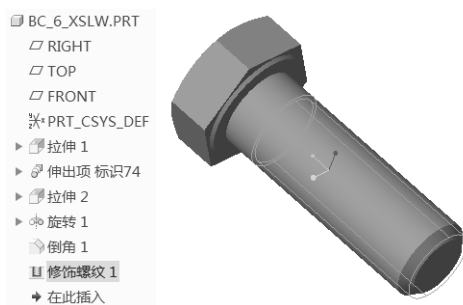

图 6-173 完成创建修饰螺纹特征
7) 在“螺纹”选项卡中单击 (完成) 按钮，完成创建修饰螺纹特征，结果如图 6-173 所示。